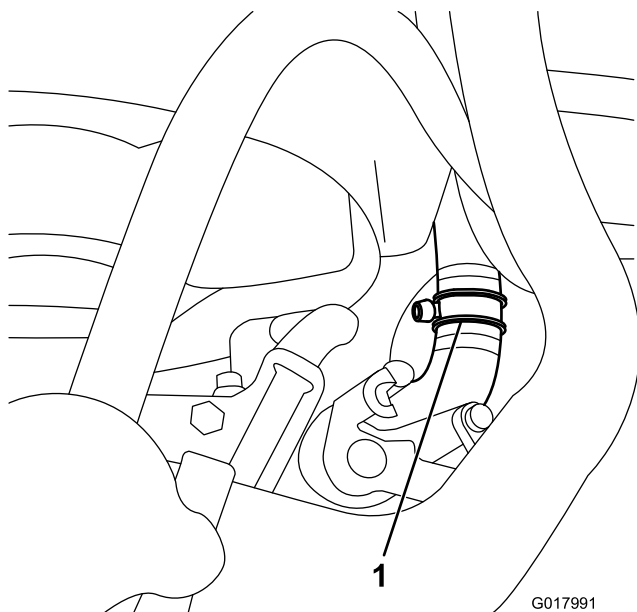

Figura 27
3. Corte o tubo inferior do radiador a cerca de 54 mm da extremidade do tubo que entra no radiador (Figura 27).
4. Ligue o encaixe em T a cada uma das novas extremidades cortadas do tubo inferior do radiador com 2 braçadeiras de tubos largas (Figura 27).